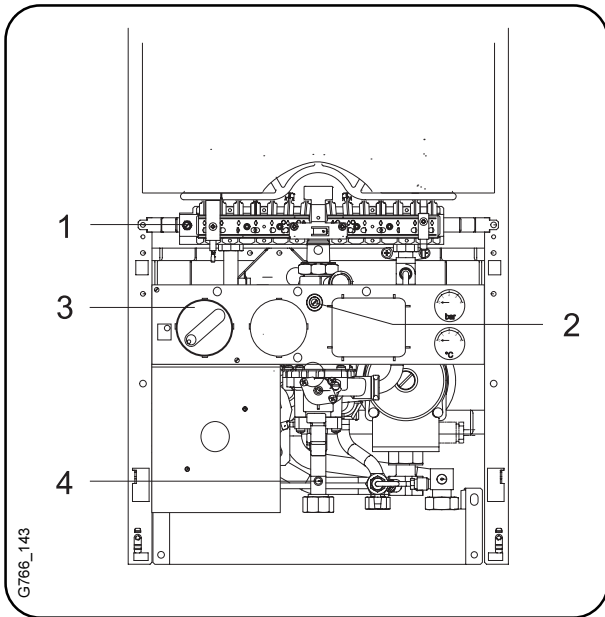

Fig. 10
2. Desenroscar el tornillo de cierre (pos. 1, fig. 10), y conectar el manómetro de columna de agua.
4. Colocar el regulador (pos. 3, fig. 10) a pos. "7".
5. Tomar la presión de boquilla indicada para la potencia seleccionada de la tabla 2 pag. 11, teniendo en cuenta el tipo de aparato. Regular la presión de boquilla, por medio del tornillo de regulación de gas (pos. 2, fig. 10), en izquierda mas gas, en derecha menos gas.
6. Cerrar la llave de paso de gas, quitar el manómetro de columna de agua y apretar el tornillo (pos. 1, fig. 10).
7. Soltar el tornillo de cierre (pos. 4, fig. 10), y conectar el manómetro de columna de agua en la toma de medición.
8. Abrir la llave de paso de gas y poner en funcionamiento el aparato. Colocar el regulador (pos. 3, fig. 10) en posición "7".
11. Cerrar la llave de paso de gas, desmontar el manómetro de columna de agua y atornillar fuertemente el tornillo junta (pos. 4, fig. 10).
3. Colocar regulador (pos. 3, fig. 10) en pos. "7".
4. Tomar el caudal de gas (l/min.) indicado para "la potencia exigida" de la tabla 2 pag. 11. Regular el caudal de gas mediante el contador en el tornillo de regulación de gas (pos. 2, fig. 10). En izquierda más y en derecha menos gas.
6. Quitar el tornillo de junta (pos. 4, fig. 10), y conectar el manómetro de columna de agua en la toma de medición.
9. Cerrar la llave de paso de gas, retirar el manómetro de columna de agua y apretar fijamente el tornillo junta (pos. 4, fig. 10).
11. Cerrar la llave de paso de gas, retirar el manómetro de columna de agua y apretar el tornillo junta (pos. 4, fig. 10).